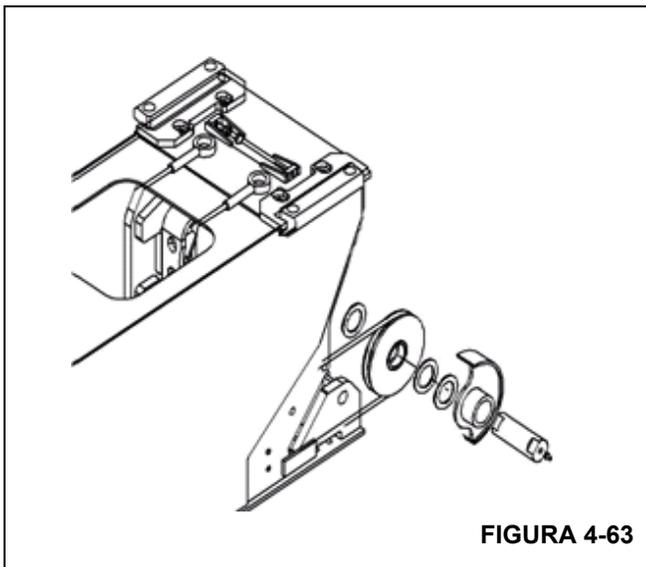
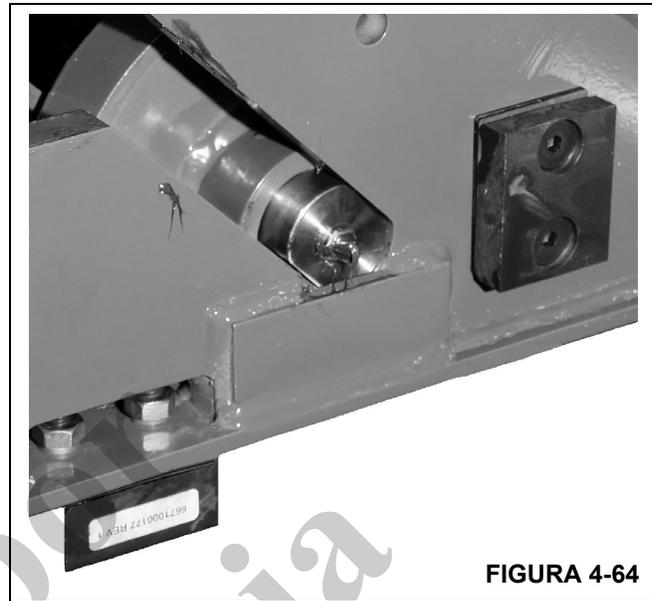

FIGURA 4-63
FIGURA 4-64
- 7. Arme el conjunto de poleas de retracción de la sección de extremo según se muestra en la Figura 4-63 y la Figura 4-64. Observe que el pasador tiene una arandela de empuje en el interior de la pluma y dos arandelas de empuje en el exterior de la pluma.